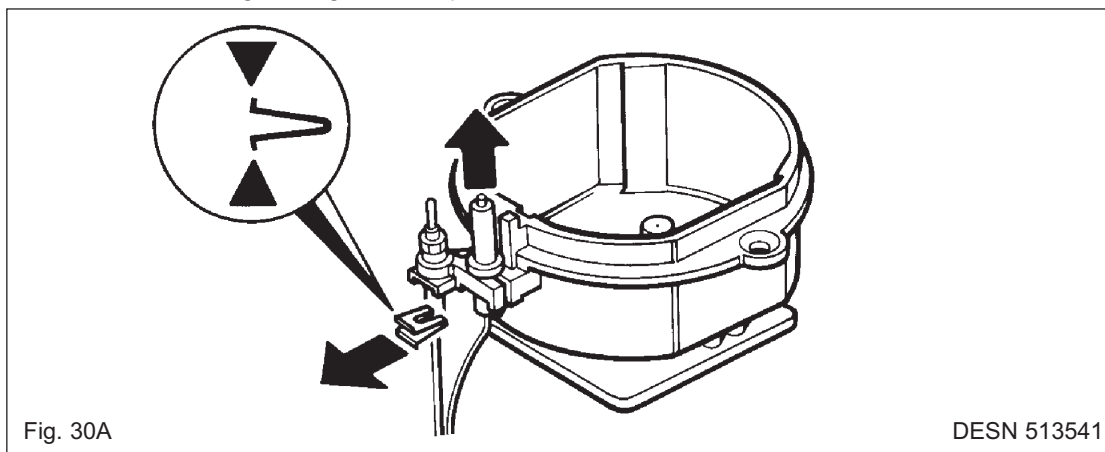

Fig. 30A
4. Retirar o freio que une o eléctrodo ao fogão e remover o cabo e o eléctrodo (Ver Fig. 30A).